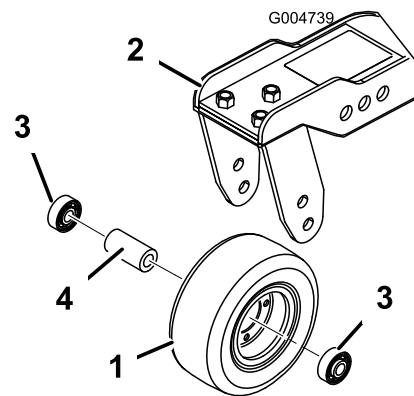
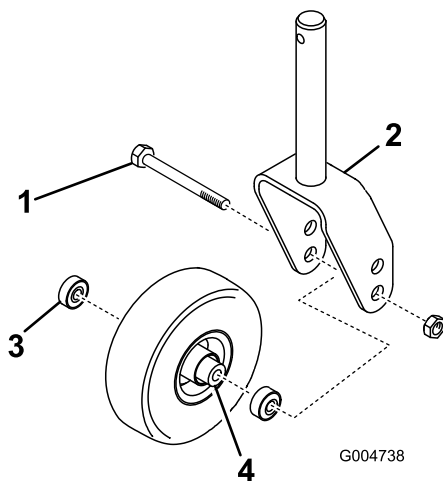

Figura 85
Figura 84
1. Retire la contratuerca del perno que sujeta el ensamble de la rueda giratoria entre la horquilla (Figura 84) o el brazo de pivote (Figura 85). Sujete la rueda giratoria y retire el perno de la horquilla o del brazo de pivote.
2. Retire el cojinete de la rueda y deje que se caiga el suplemento del cojinete (Figura 84 y Figura 85). Retire el cojinete del otro lado de la rueda.